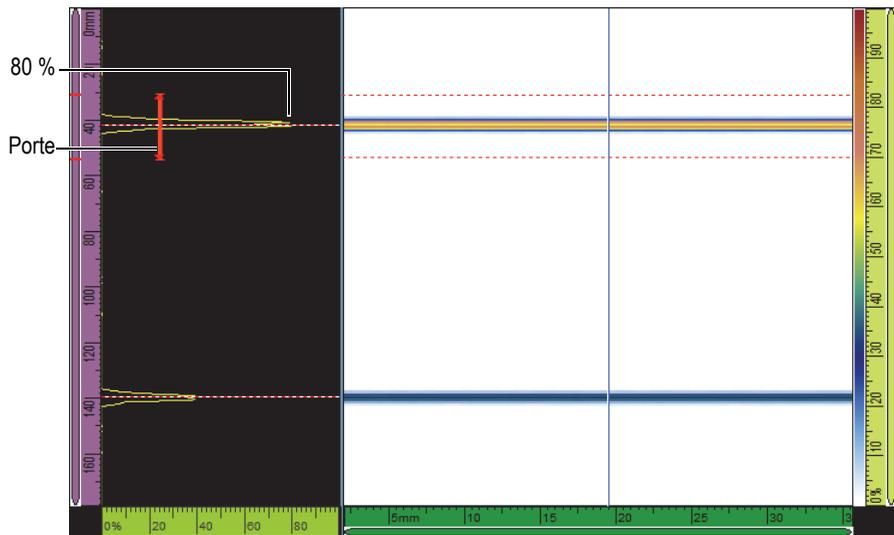

Figure 5-3 Signaux de réflecteurs dans un balayage linéaire
- b) Réglez le **Gain** de sorte que l'amplitude du premier signal atteigne environ 80 % de la hauteur plein écran du A-scan (voir la Figure 5-3 à la page 131).
- c) Réglez les paramètres **Départ** et **Étendue** de façon à voir les signaux des deux réflecteurs dans le A-scan (voir l'exemple à la Figure 5-3 à la page 131).
- a) Aux paramètres **Départ** et **Largeur**, entrez le départ et la largeur de la porte A de sorte que le premier signal croise le centre de la porte. Assurez-vous que la porte est assez large pour contenir toute la largeur du signal (voir la Figure 5-3 à la page 131).